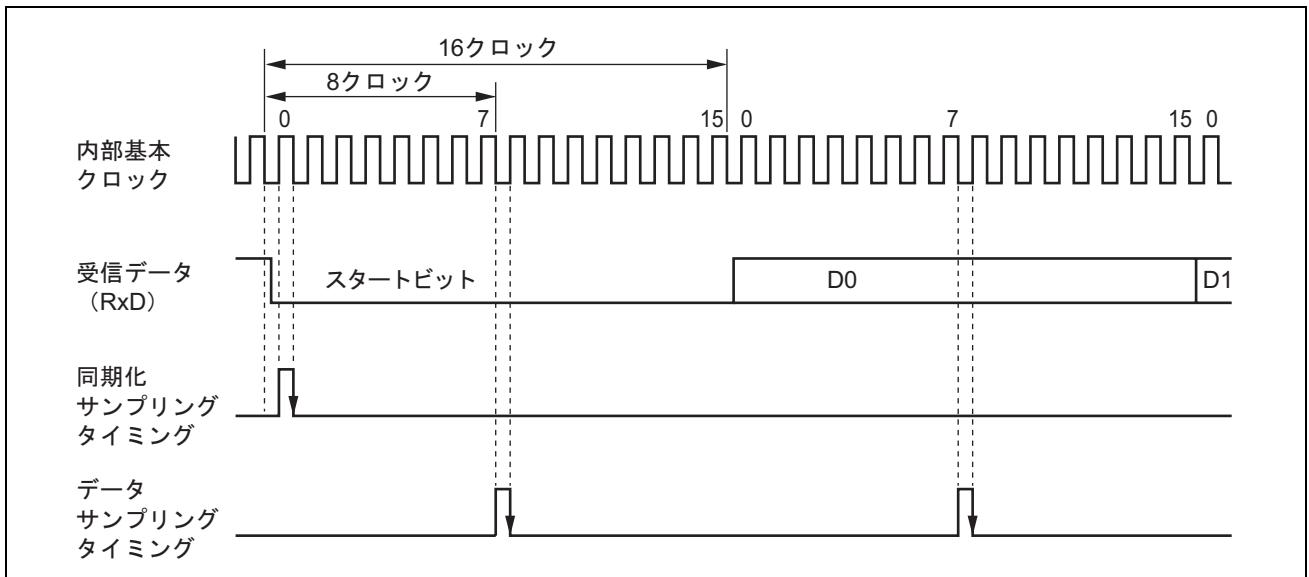

図 19.6 調歩同期式モードの受信データサンプリングタイミング
調歩同期式モードでは、SCI はビットレートの 16 倍^{*}の周波数の基本クロックで動作します。受信時はスタートビットの立ち下がりを基本クロックでサンプリングして内部を同期化します。また、図 19.6 に示すように受信データを基本クロックの 8 ヶ目^{*}の立ち上がりエッジでサンプリングすることで、各ビットの中央でデータを取り込みます。したがって、調歩同期式モードでの受信マージンは式 (1) のように表わすことができます。